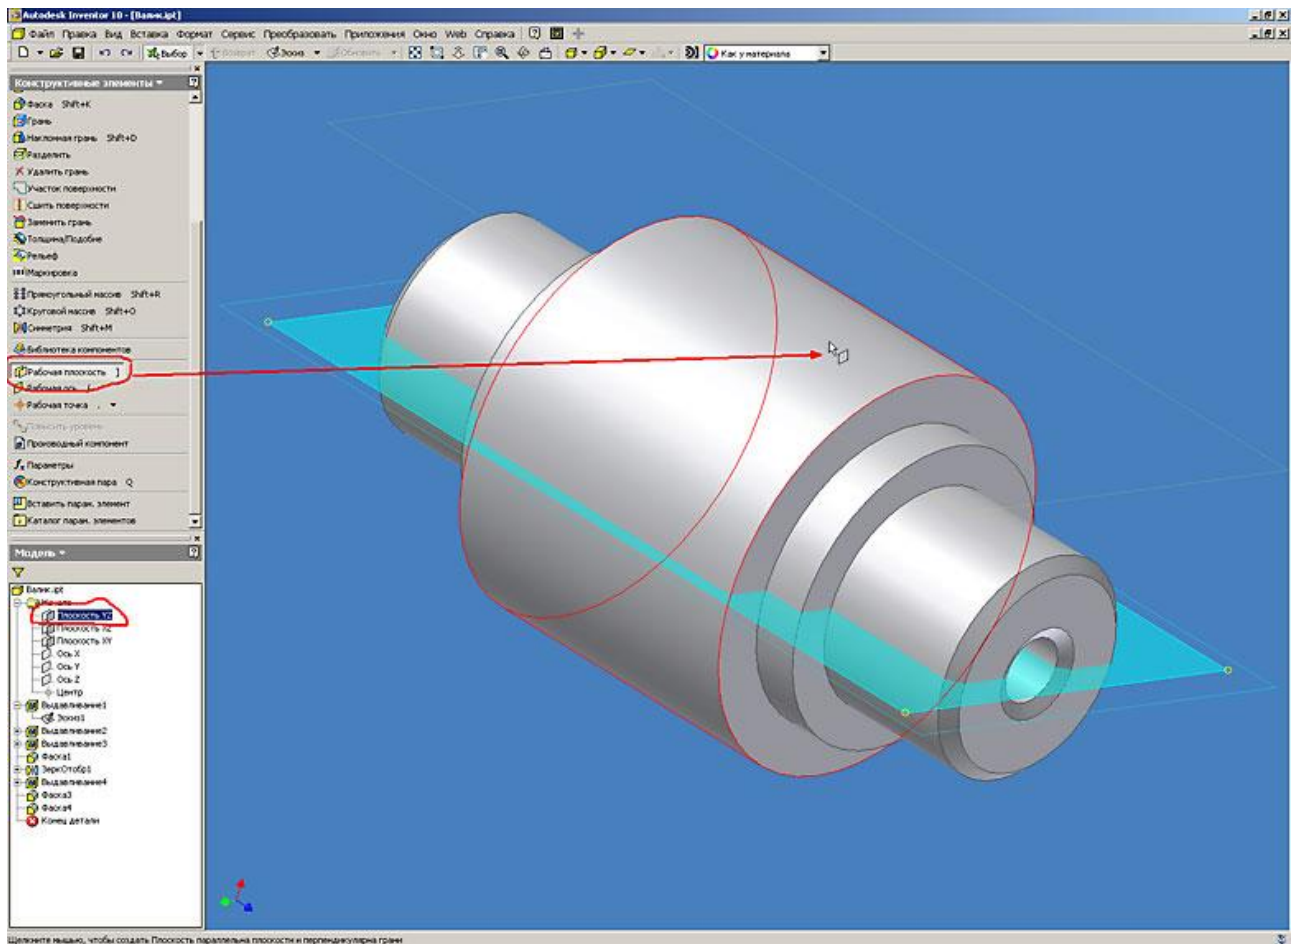

Рис. 12. Autodesk Inventor. Работа с конструктивными элементами (выдавливание)
12. Для построения шпоночного паза предварительно построим вспомогательную рабочую плоскость, касательную к поверхности цилиндра. Для этого в браузере модели выделяем плоскость YZ в начале координат, затем нажимаем на кнопку “Рабочая плоскость” в инструментальной палитре, и указываем мышкой на поверхность цилиндра детали. Inventor предлагает автоматически построить плоскость касательную к цилиндру (рис. 12).